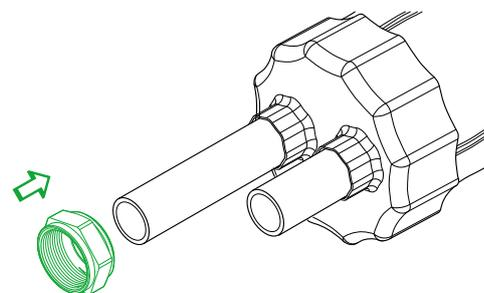

Рис. 4.6.3
3. Надвинуть гайку накидную на напорную трубу (рис. 4.6.3).